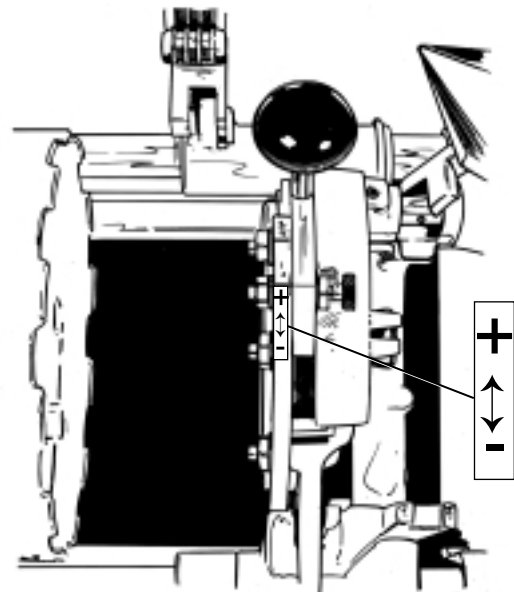

Figura 10
1. Para corregir roscas profundas, afloje la tuerca de ajuste de la profundidad y muévala levemente hacia la marca (+) situada en la barra de dimensionamiento del cabezal de terrajas. Apriete la tuerca de ajuste. (Figura 10)
ca de ajuste de la profundidad y muévela levemente hacia la marca (-) situada en la barra de dimensionamiento del cabezal de terrajas. Apriete la tuerca de ajuste. (Figura 10)